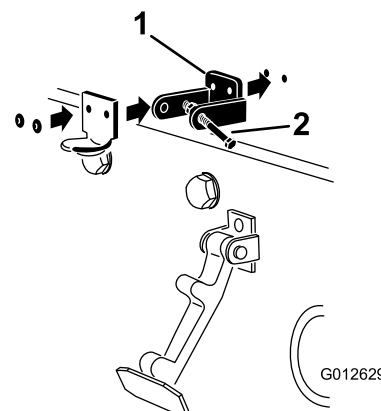

図 4
4. CE ロックブラケットとフードラッチブラケットの穴を、フードの穴に整列させる 図 4。
6. ブラケットとワッシャをフードにリベットで固定する 図 4。